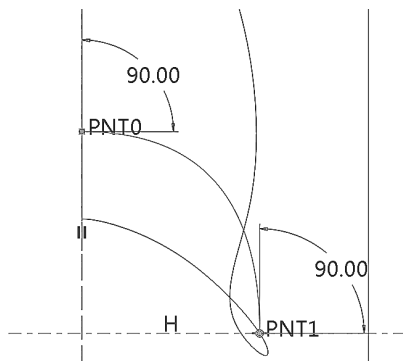

图 7-135 截面线“草绘 4”
(3) 以 PNT0 和 PNT1 为基准端点，绘制如图 7-135 所示的截面“草绘 4”。以同样的方式在其他两个平行基准面上绘制相应的截面线“草绘 5”、“草绘 6”，如图 7-136 所示。